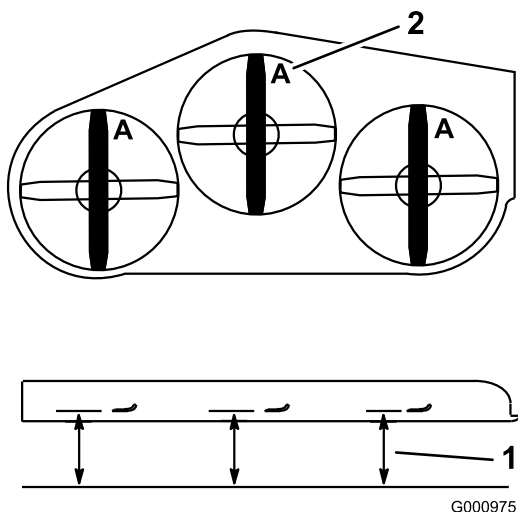

Figura 77
3. Girate le lame fino a disporle in parallelo con la lunghezza della macchina. Misurate da un piano orizzontale fino al tagliente delle lame (Figura 77), posizione A. Prendete nota di questa misura.